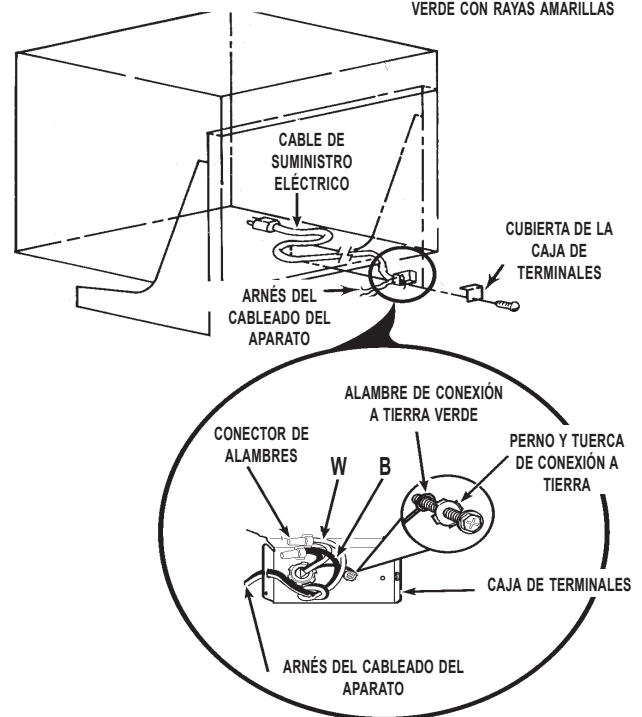

FIGURA 3
5. Conecte los alambres blanco y negro del cable de suministro eléctrico a los alambres blanco y negro en la caja de terminales utilizando los conectores de alambres provistos. Vea la figura 3.
Quite el perno de conexión a tierra y coloque la terminal de anillo del alambre verde a tierra en el cable de suministro, sobre el perno. Vuelva a colocar el perno verde y apriételo. Vea la figura 3.